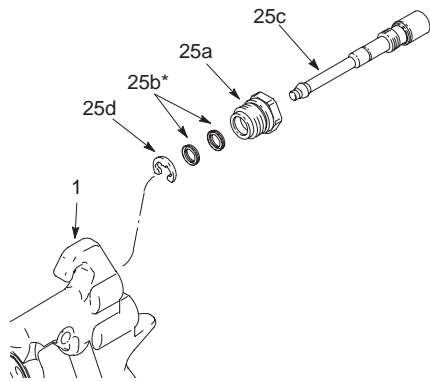

Fig. 25
1. Desatornille la unidad de válvula de ajuste de abanico (25). Ver Fig. 25.